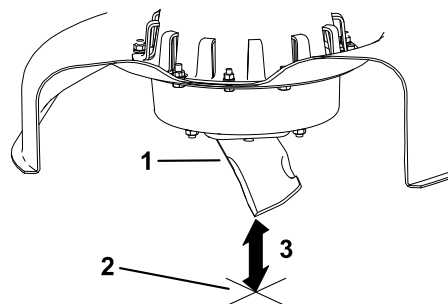

Figura 30
3. Misurate dalla punta della lama alla superficie piana (Figura 30).